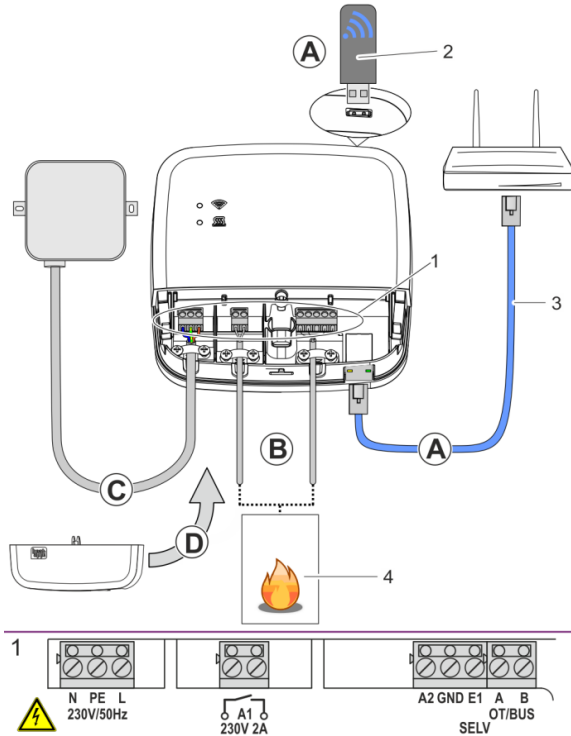

Abb. 5: heatapp! base
**B** Schließen Sie den Energieerzeuger (Abb. 5, Pos.4, optional) gemäß der Klemmenbelegung am **heatapp! base** an.